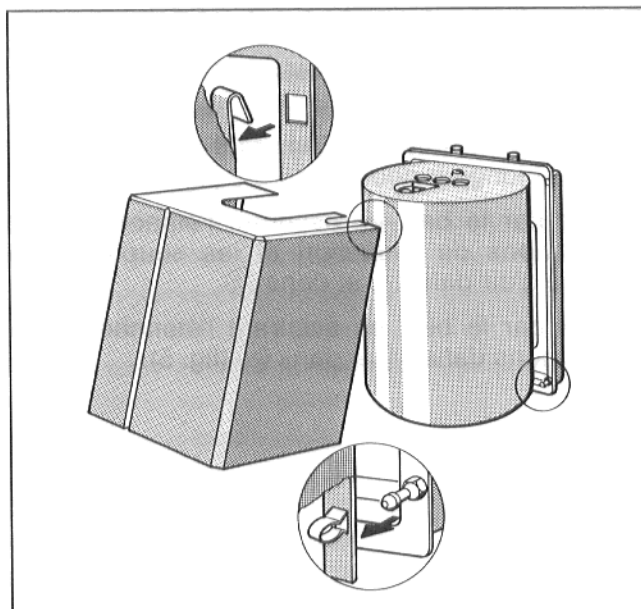

Fig. 3
- Tirer vers l'avant la jaquette du préparateur par le bas jusqu'à ce que les goujons en matière plastique sortent des clips (fig. 3).
- Soulever la jaquette et la décrocher du haut du préparateur (fig. 3).